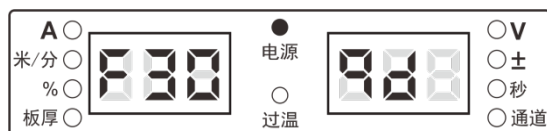

图 3-20 型号显示界面
- 按“执行”键确认后,数码管显示焊接电源型号,如图 3-20 所示。